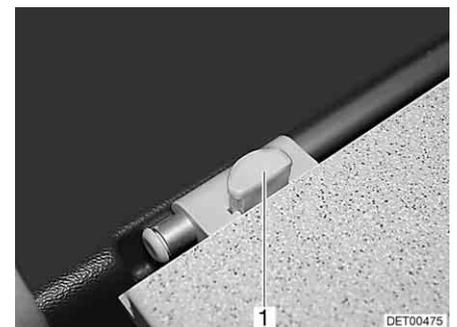

Bild 69 Verriegelung Tischplatte (Variante)
- Wenn eine Verriegelung vorhanden ist: An der Verriegelung der Tischplatte den Entriegelungsknopf (Bild 69,1) drücken.